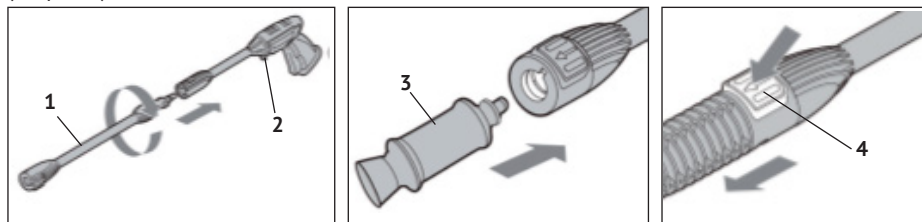
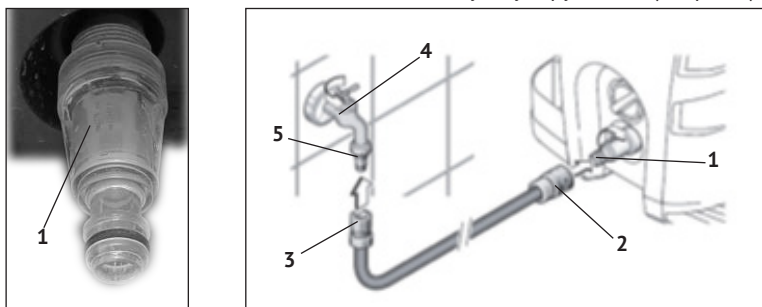

рис. 4
рис. 5
7.1.3 Установка/снятие на пистолет насадки-удлинителя и насадки распылительной (см рис.4).
- вставить насадку-удлинитель (рис.4 поз.1) в пистолет (рис.4 поз.2) и зафиксировать её поворотом вокруг своей оси;
- совместив выступ на насадке распылительной (рис.4 поз.3) с пазом в торце насадки-удлинителя, вставить хвостовик насадки в головку насадки-удлинителя;
- установить хвостовик насадки (рис.4 поз.3) в насадку-удлинитель до фиксации (со щелчком);
- Для снятия насадки: нажать кнопку фиксации (рис.4 поз.4) и извлечь насадку.
7.1.4 Подключение шланга подачи воды к входному штуцеру мойки (см. рис.5):
- сняв пластиковую заглушку, прикрутить к входному штуцеру коннектор с фильтром (рис.5 поз.1);
- установить переходник шланга (рис.4 поз.3) на переходник (рис.4 поз.5) водопроводного крана (рис.5 поз.4) – шланг и переходники в комплект поставки не входят;
- отключив подачу воды, соединить быстрозажимной переходник (рис.5 поз.2) шланга подачи воды с коннектором.